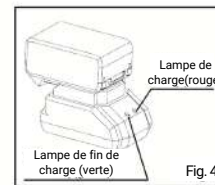

Fig. 4
- Branchez le chargeur à la source d'alimentation. La lampe de charge rouge s'allume et la charge commence. Lorsque la lampe verte de fin de charge s'allume, la charge est complète. Il faut environ 90 minutes pour compléter la charge. (Fig. 4)